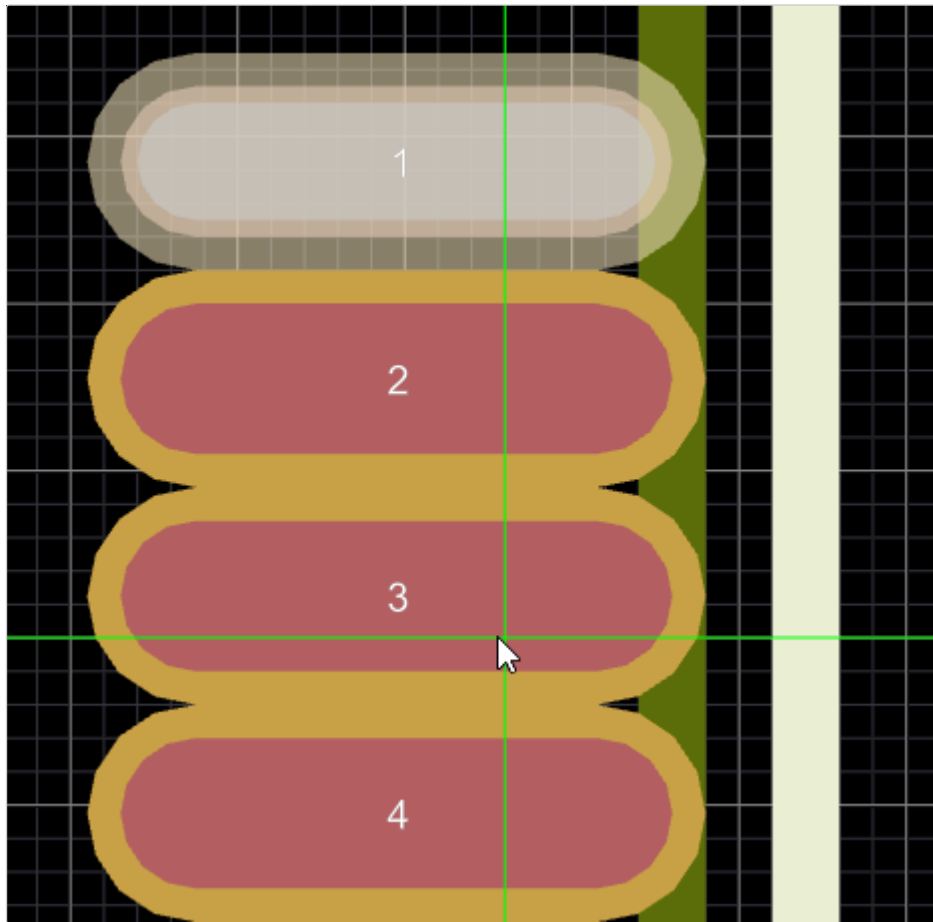

Рисунок 103. Выделенный примитив при измерении зазора
- 2) Нажать левой кнопкой мыши в точке на первый примитив, от которого необходимо начать измерение зазора. Примитив будет выделен на плате (см. рисунок 103).